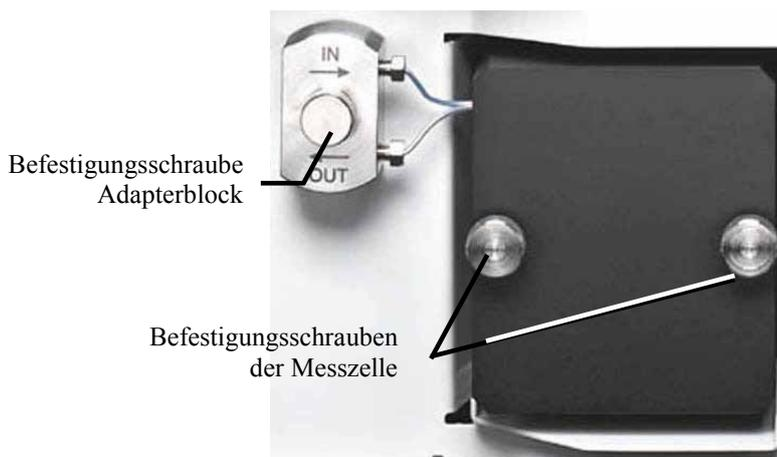

Abb. 37: Messzelle mit Adapterblock
2. Lösen Sie die Befestigungsschraube des Adapterblocks (→ Abb. 37).
3. Lösen Sie die beiden Befestigungsschrauben der Messzellenabdeckung und nehmen Sie die Abdeckung ab (→ Abb. 37).
2. Lösen Sie die beiden Befestigungsschrauben der Messzellenabdeckung (→ Abb. 37) und entnehmen Sie die Messzelle.